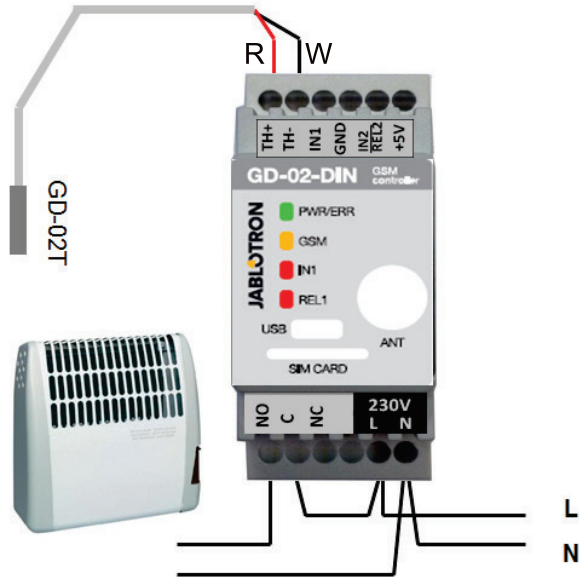

Figure 5: Mesure de la température et contrôle du chauffage électrique. R - câble rouge; W - câble blanc
- Le périphérique commandé doit être connecté via les contacts de sortie d'alimentation REL1 (voir la figure 5) dans ce mode.